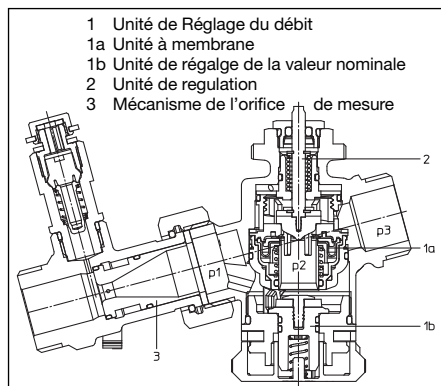
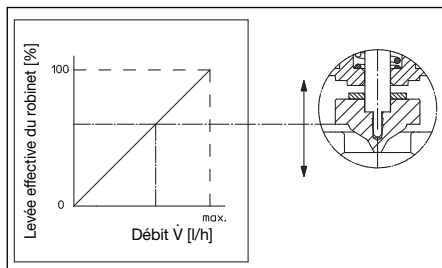
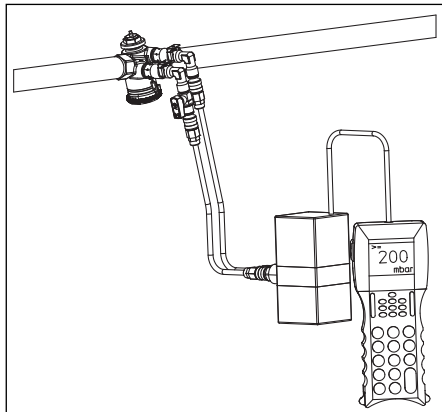

Fig. 5.2 Construction «Cocon QTZ» avec orifice de mesure
Fig. 5.4 Courbe de fonctionnement de l'unité de régulation de «Cocon Q»
Fig. 5.5 Mesure de la pression différentielle
L'appareil de mesure «OV-DMC 2» peut être raccordé grâce aux prises de pression de l'orifice de mesure ce qui permet de déterminer le débit. De plus l'«OV-DMC 2» peut être raccordé aux prises de pression du «Cocon QTZ» pour vérifier si le robinet fonctionne dans la plage de réglage. La mesure de la pression différentielle permet d'optimiser le réglage du circulateur (fig. 5.5).
Avec l'appareil de mesure (par ex. «OV-DMC 2») (fig. 5.5) raccordé, la pression différentielle est mesurée à travers l'unité de réglage du débit (pos. 1, fig. 5.2/5.3). Le robinet de réglage doit être complètement ouvert (dévisser les capuchons de protection ou mettre le moteur en position ouverte). Dès que la pression différentielle mesurée est égale ou supérieure à la pression différentielle Δp_M , le robinet fonctionne dans la plage de réglage.
A l'aide de l'unité à membrane intégrée (pos. 1a, fig. 5.2/5.3), le robinet «Cocon QTZ» maintient la pression différentielle p2-p3 à une valeur constante non seulement à travers l'unité de régulation commandée par le moteur (pos. 2, fig. 5.2/5.3) mais aussi à travers l'unité de réglage de la valeur nominale réglable sur une valeur de débit maximale (pos. 3, fig. 5.2/5.3).
Le courbe de fonctionnement de l'unité de régulation (pos. 2, fig. 5.2/5.3) est presque linéaire (fig. 5.4).
L'installation doit être rincée abondamment avant le montage du robinet. La position de montage est indifférente (horizontale, oblique ou verticale, en montée ou en descente). Attention: Certains moteurs électriques ne doivent pas être montés tête vers le bas. Lors du montage il faut veiller à ce que le sens de circulation corresponde à celui de la flèche et qu'un tuyau droit de $L = 5 \times \varnothing$ soit installé en amont du robinet et un tuyau droit de $L = 2 \times \varnothing$ en aval du robinet. Chaque robinet est fourni avec deux mécanismes. Un mécanisme doit être monté dans l'orifice de mesure (pos. 3, fig. 5.2).